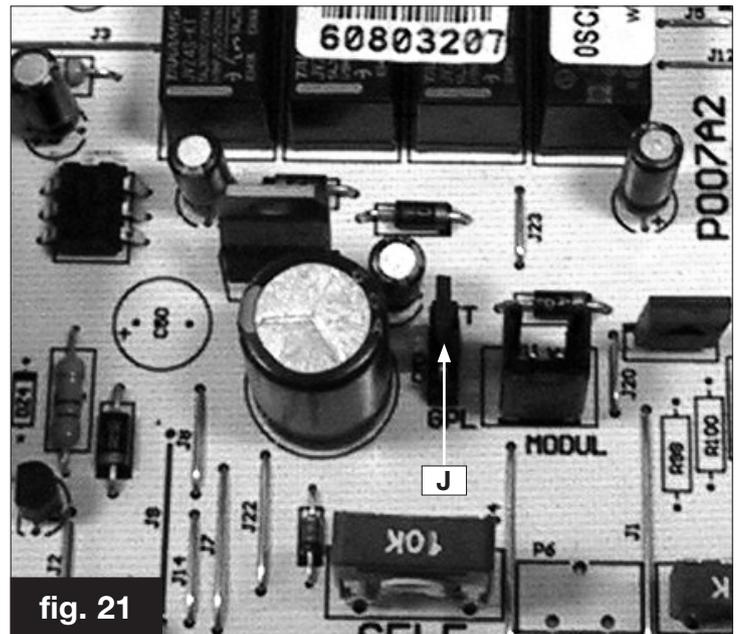

fig. 21
- sulla scheda elettronica spostare il jumper J MET-GPL in posizione GPL (vedi fig. 21).
- sulla scheda elettronica spostare il jumper J MET-GPL in posizione MET (vedi fig. 21);